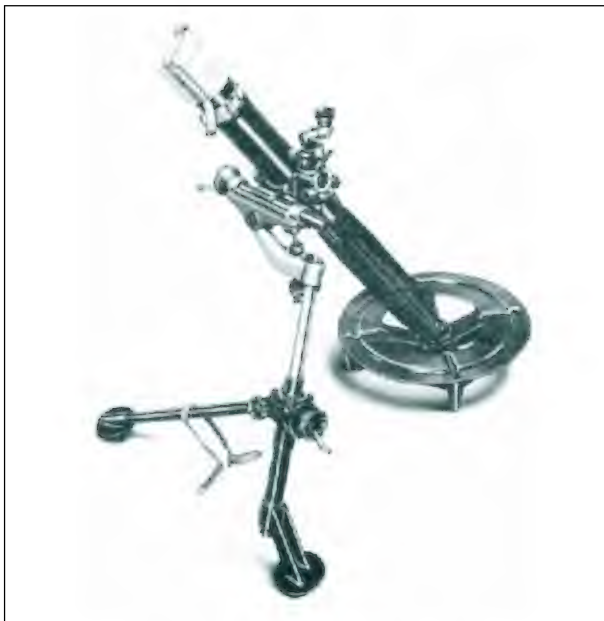

Fig 1-1. O Morteiro 81 mm Royal Ordnance
**d. Peso do material** - As partes componentes do morteiro 81 mm RO são leves se comparadas aos outros Mrt(s) de sua categoria. (Fig 1-1) Em virtude da dificuldade de se transportar a braço a quantidade prevista de munição, apenas com a guarnição da peça, é necessário que os deslocamentos a pé sejam os menores possíveis. O armamento divide-se em várias partes, o que o torna adequado para o transporte em aeronaves. Itens individuais podem variar de peso, mas a lista a seguir serve de referência para o peso aproximado dos componentes do Mrt 81 mm L16:
(1) placa base .....	11,6 Kg
(2) tubo (L16A2) .....	13,0 Kg
(3) bipé (L55A4) .....	12,9 Kg
(4) aparelho de pontaria (C2, na caixa) .....	3,7 Kg
(5) caixa com duas granadas completas ....	11,8 Kg